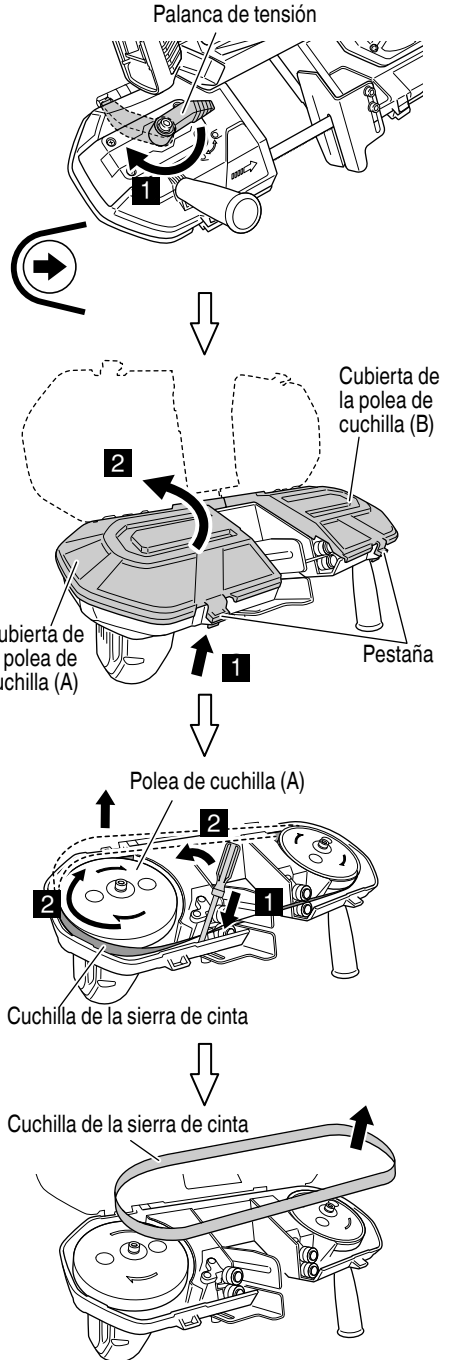

Fig. 12
**Cómo remover (Fig. 12)**
## 1. Sustitución de la cuchilla de la sierra de cinta (Fig. 12, 13)
(Refiérase a la Fig. 12 para el procedimiento de remover la cuchilla de la sierra de cinta)